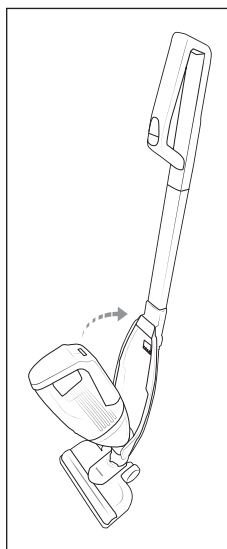

Rys. 2
- 2) Załóż trzonek **11** na uchwyt trzonka znajdujący się na urządzeniu. Wsuń trzonek **11** całkowicie na uchwyt trzonka, aż mocno będzie osadzony na urządzeniu. (Rys. 2).